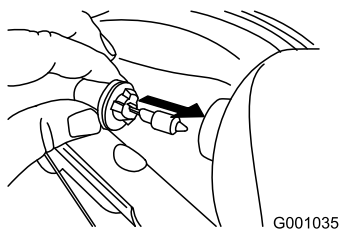

Figura 60
4. Inserite la nuova lampadina nel retro del faro (Figura 60).